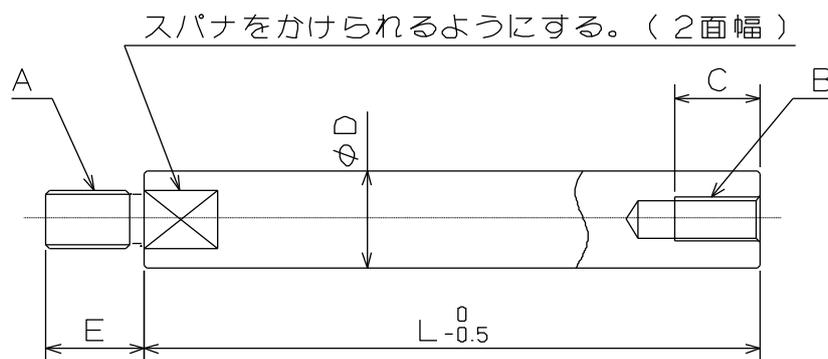

図 23
- ・ ドローバーは図 23 の寸法 D を守り、引張り強さ 380MPa 以上の材質を使用する必要がある。